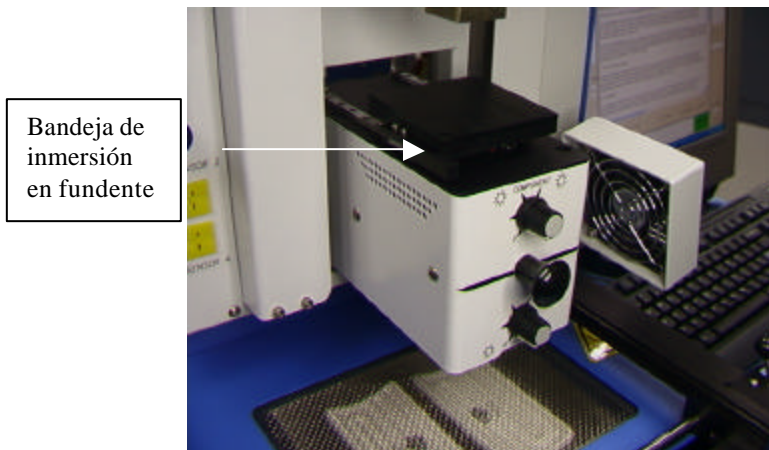

Figura 17b
- xii. Si se seleccionó la opción de inmersión en fundente, coloque el dispositivo de inmersión en fundente sobre el cárter de la cámara. (Figura 17b) Pulse con el ratón para proceder con la inmersión; después, retire el dispositivo de inmersión en fundente.